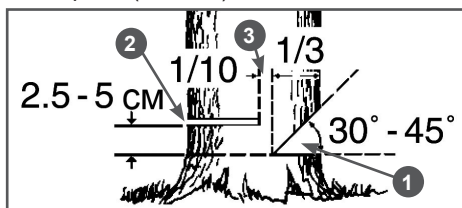

Рис. 14 Расположение запила, пропила и недопила
- Начните пилить с той стороны дерева, куда оно должно упасть (Рис. 14). Сделайте запил 1 с той стороны, куда должно упасть дерево, глубиной примерно $1/3$ диаметра ствола и под углом от 30 до 45 градусов (Рис. 14). Линия стыка двух пропилов, образующих запил, называемая направляющей линией, должна располагаться как можно более горизонтально и под углом 90 градусов к направлению валки.
временный клин в пропил 2 (Рис. 14). Недопил 3 действует как шарнир и позволяет контролировать падение дерева (Рис. 14).
Ни в коем случае не допиливать до конца недопил 3 (Рис. 14), так как вы не сможете контролировать направление падения дерева.